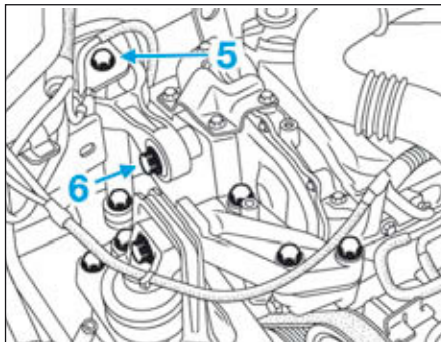

FIG.6
- Desserrer la vis (5) (Fig.6) de la biellette de reprise de couple supérieure sur la caisse.
- Déposer la vis (6) de la biellette de reprise de couple supérieure sur la culasse.